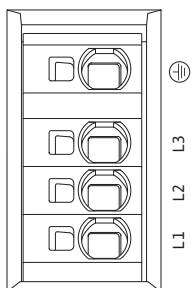

Fig.31: Zaciski mocy (zaciski sieciowe)
- Zaciski mocy (zaciski sieciowe) (rys. 31)